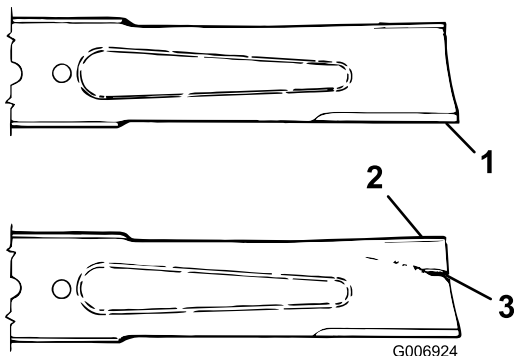

図 97
3. ブレードの切っ先を注意深く観察、特に、直線部と曲線部が交わる部分をよく観察する図 97。
4. 磨耗が進んでいる場合図 97 には、ブレードを交換する **ブレード回転面の管理 (ページ 62)** を参照。